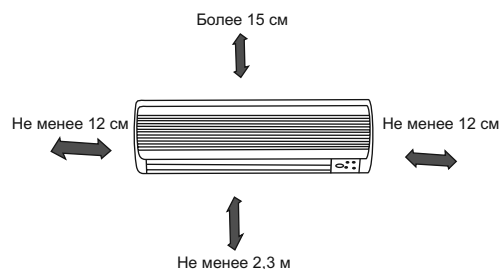

Рис. 1
1. Выполните разметку под отверстия в соответствии со схемой, представленной на Рис. 1. Просверлите одно отверстие (Ø65 мм) с небольшим уклоном к наружной поверхности стены.